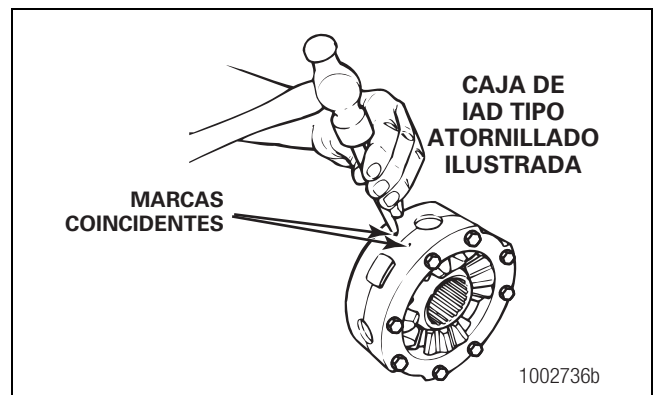

Figura 3.31
- Use un punzón y martillo para hacer una marca de alineación en cada mitad de la caja del diferencial entre ejes. Las marcas de alineación le servirán para hermanar correctamente las mitades a la hora de ensamblarlas. Figura 3.31.